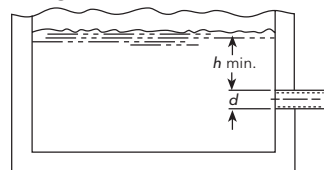

Figure 2
- 3.6. Le diamètre (d) et la hauteur d'immersion minimale (h min.) de l'entrée du tuyau d'aspiration doivent être suffisants pour empêcher l'aspiration d'air par vortex (v. fig. 2 à 5).